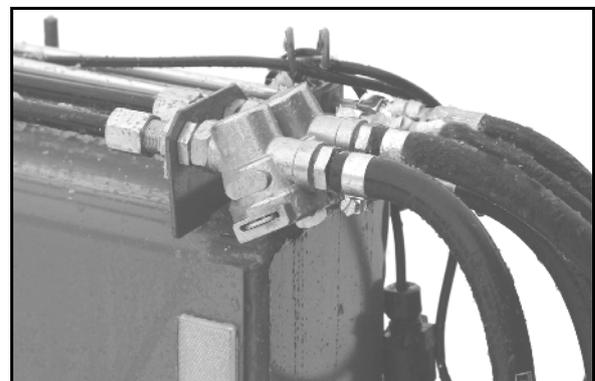

Fig. 36
1. Ziehen Sie das Entwässerungs-Ventil (Fig. 36/1) über den Ring solange in seitlicher Richtung, bis kein Wasser mehr aus dem Luftbehälter ausfließt.